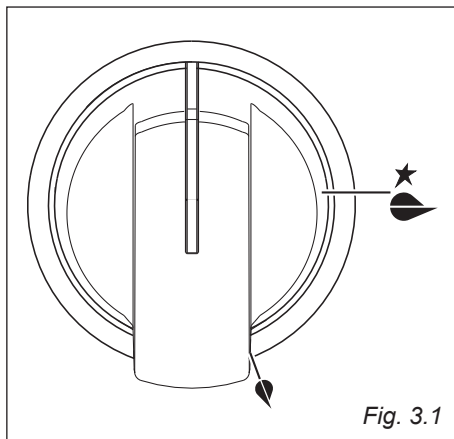

Fig. 3.1
L'afflusso del gas ai bruciatori è regolato da un rubinetto valvolato comandato dalla manopola di fig. 3.1.
- ✓ L'accensione elettrica è incorporata nelle manopole dei bruciatori e si identifica per il simbolo ★ vicino al simbolo “🔥” (fig. 3.1).